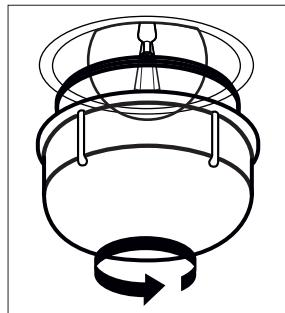

Abbildung 57
2. Entfernen Sie das Schutzglas, indem Sie es gegen den Uhrzeigersinn drehen. (Siehe Abb. 57) Die Verwendung von Plastikhandschuhen kann Ihnen helfen, wenn Sie Schwierigkeiten beim Drehen haben.